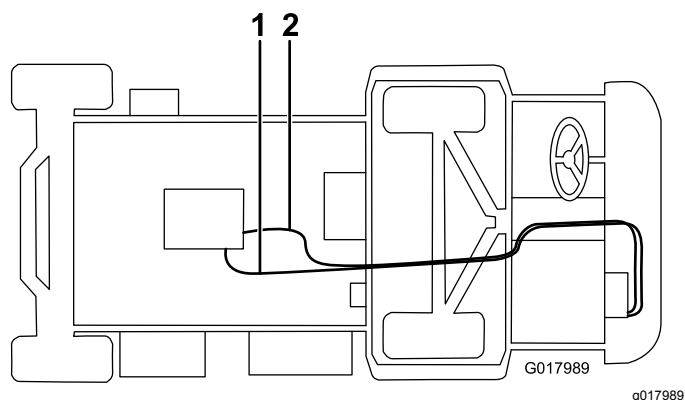

Рисунок 18
5. Подсоедините длинный шланг к клапану обогревателя с помощью шлангового хомута и проложите его под машиной, над осью и к прямому штуцеру (Рисунок 18). Отрежьте излишнюю часть шланга.
6. Подсоедините короткий шланг к белому заливному тройнику с помощью шлангового хомута, проложите его сквозь R-образный хомут на кронштейне обогревателя и подсоедините его к тройнику в нижнем шланге радиатора с помощью шлангового хомута (**Рисунок 18**). Отрежьте излишнюю часть шланга.